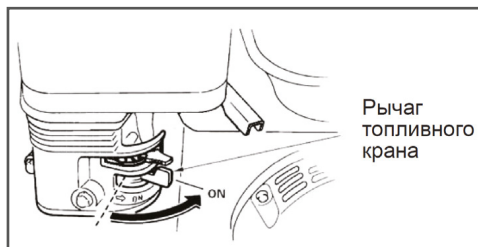

Рис.26 Открытие топливного крана
1. Откройте топливный кран, переместив рычаг топливного крана в рабочее положение (ON) Рис.26.